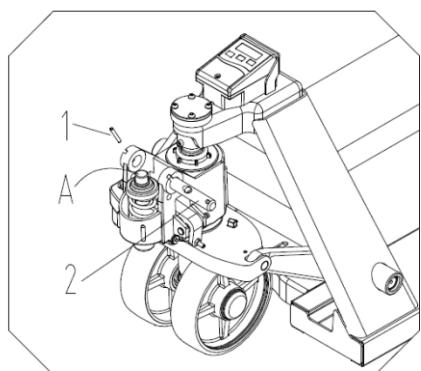

Bild 1
1. Dra ut fjädersprint 1 först och sedan axel 2. (*Bild 1*)